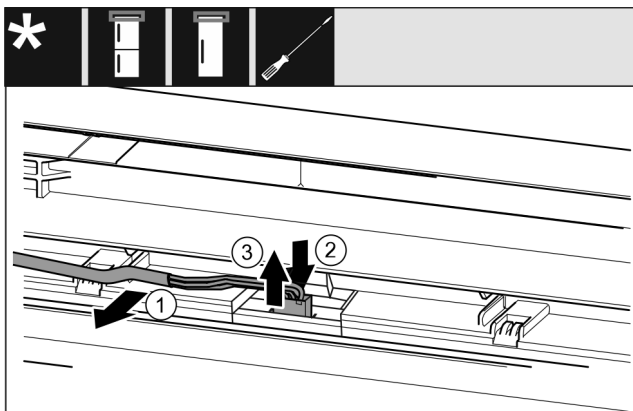

Fig. 24 Комбинация из холодильных и морозильных агрегатов / морозильные агрегаты / холодильные агрегаты*
- ▶ Осторожно высвободите кабель Fig. 24 (1) из направляющей в двери.*
- ▶ Вдавите назад накладку Fig. 24 (2) за штекером.*
- ▶ Осторожно вытяните штекер Fig. 24 (3) вверх.*